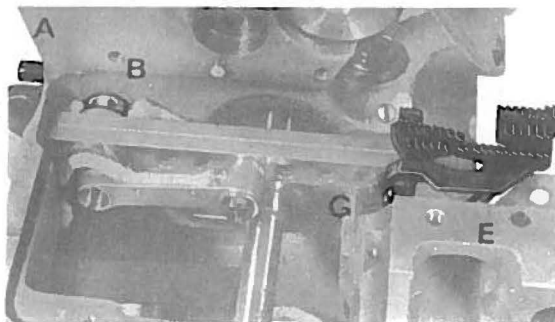

fig. 12
- Montare la griffa anteriore differenziale E con la vite G senza bloccarla (fig. 12).